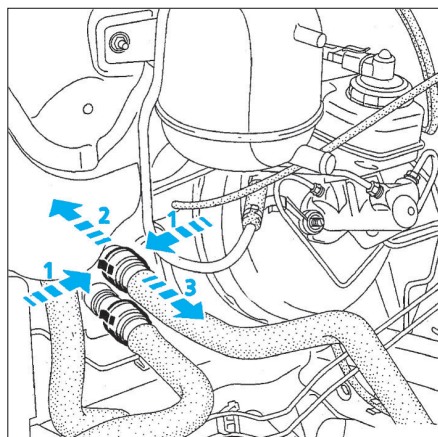

Fig. 83
- Débrancher les durits du radiateur de chauffage (Fig.83).